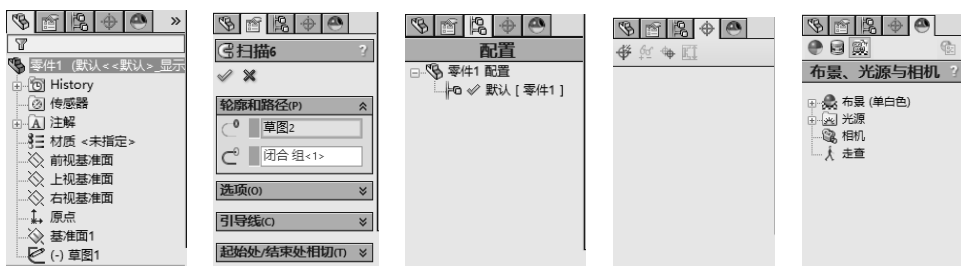

图 1-6 导航控制区的几个选项卡
- **导航控制区**：位于主操作界面的左侧，由“FeatureManager”、“PropertyManager”、“ConfigurationManager”、“DimXpertManager”和“DisplayManager”5个选项卡组成，如图 1-6 所示。其中“FeatureManager”选项卡（也称为“特征管理器”）是最常使用的选项卡，用于将当前模型的特征以树状结构方式显示，以方便建模和修改，其他导航控制区通常会自动切换。